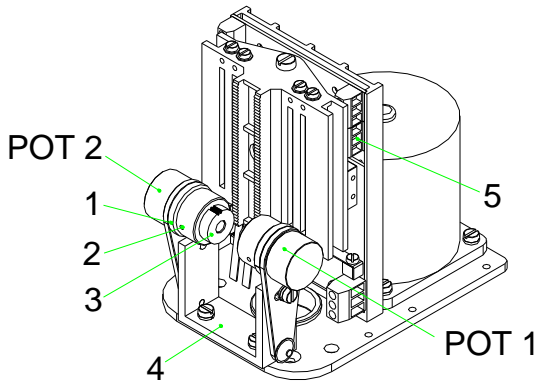

Bild 4
- Dévisser la petite vis (fig 4 position 2) ensuite tourner la bague de réglage de sorte que les cames et la position d'arrêt du potentiomètre coïncident .(position à 10% de la valeur max ohmique standardisée)